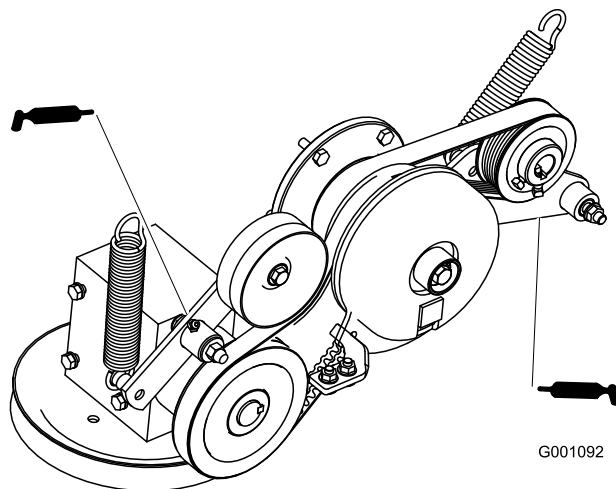

Figure 31
7. Graissez le bras de la poulie de tension de la courroie entraînement de PDF (Figure 31).
8. Graissez le bras de la poulie de tension de la courroie de pompe (Figure 31).